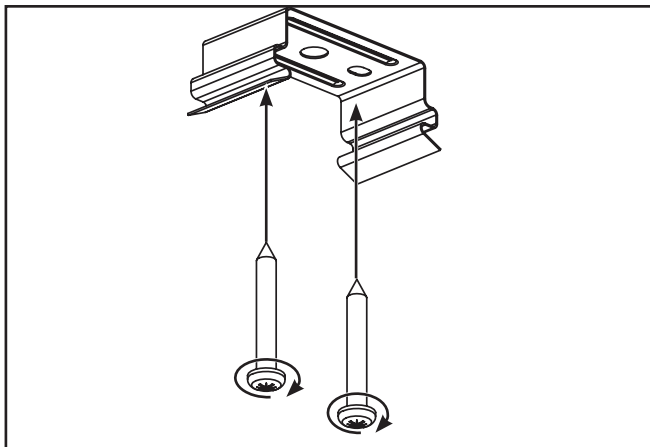

Figura 2.
3. Asegure las abrazaderas de montaje al techo con 4 tornillos (suministrados por el cliente). Coloque los clips a una distancia de 16,5 pulgadas para una luminaria de 2 pies, o 35,5 pulgadas para una luminaria de 4 pies. (Figura 2)